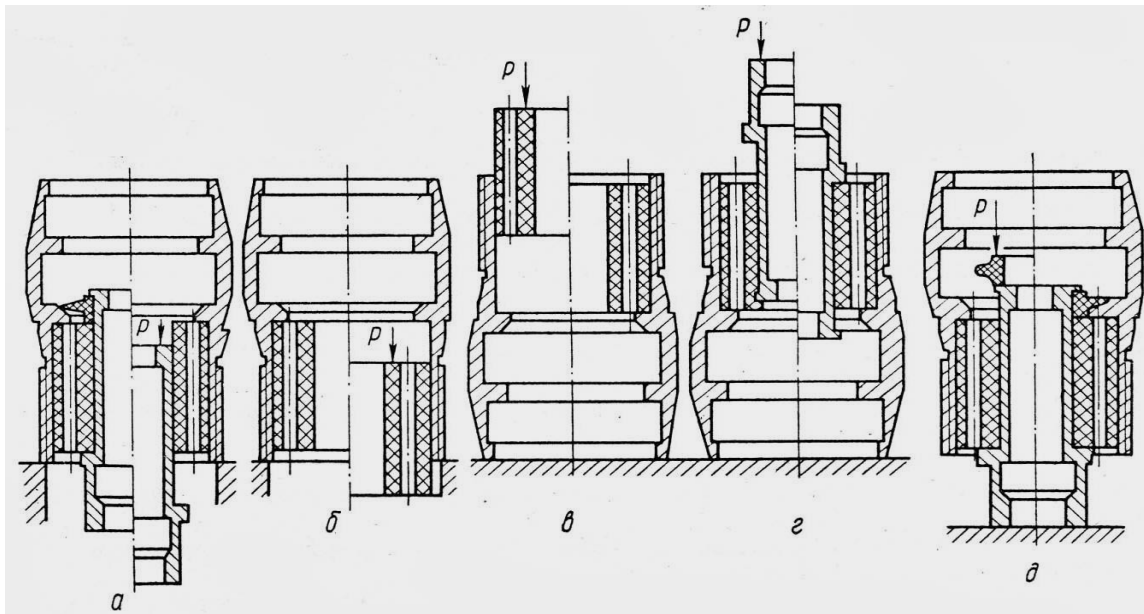

Рис.12. Схема выпрессовки – запрессовки деталей золотника
- установить гайку под пресс (усилие пресса не более 10кН) и выпрессовать сначала втулку (рис.12а) из амортизатора и клапана, а затем амортизатор (рис.12б) из гайки;
- зачистить и обезжирить сопрягаемые поверхности гайки, втулки, нового амортизатора и клапана, нанести на их поверхности слой клея №88-Н, а затем через 8-10мин. выдержки нанести второй слой клея и спустя 3мин. произвести запрессовку сначала амортизатора (рис.12*в*), затем втулки в амортизатор (рис.12*г*) и клапана на втулку (рис.12*д*);
- нанести на их поверхности слой клея №88-Н, а затем через 8-10мин. выдержки нанести второй слой клея и спустя 3мин. произвести запрессовку клапана на втулку (рис.12*д*);